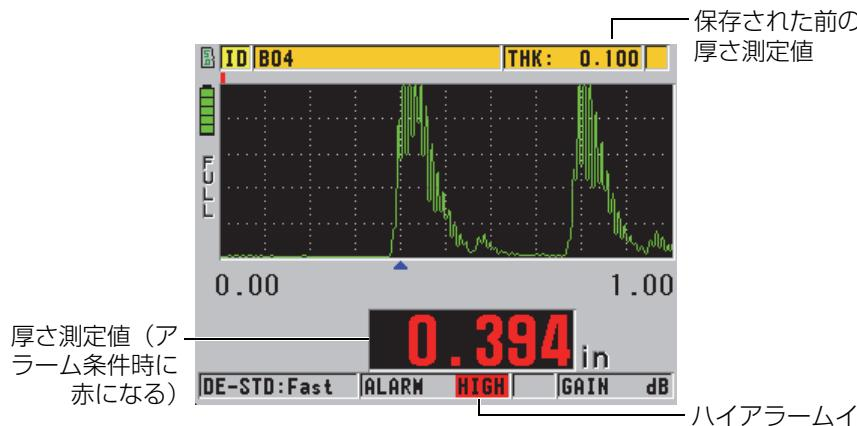

図 7-4 ハイアラームインジケーターの例（波形表示オプションが有効な場合）
- ハイまたはローアラームインジケーターが、測定画面の右下に赤い背景で点滅します（136 ページの図 7-4 を参照）。